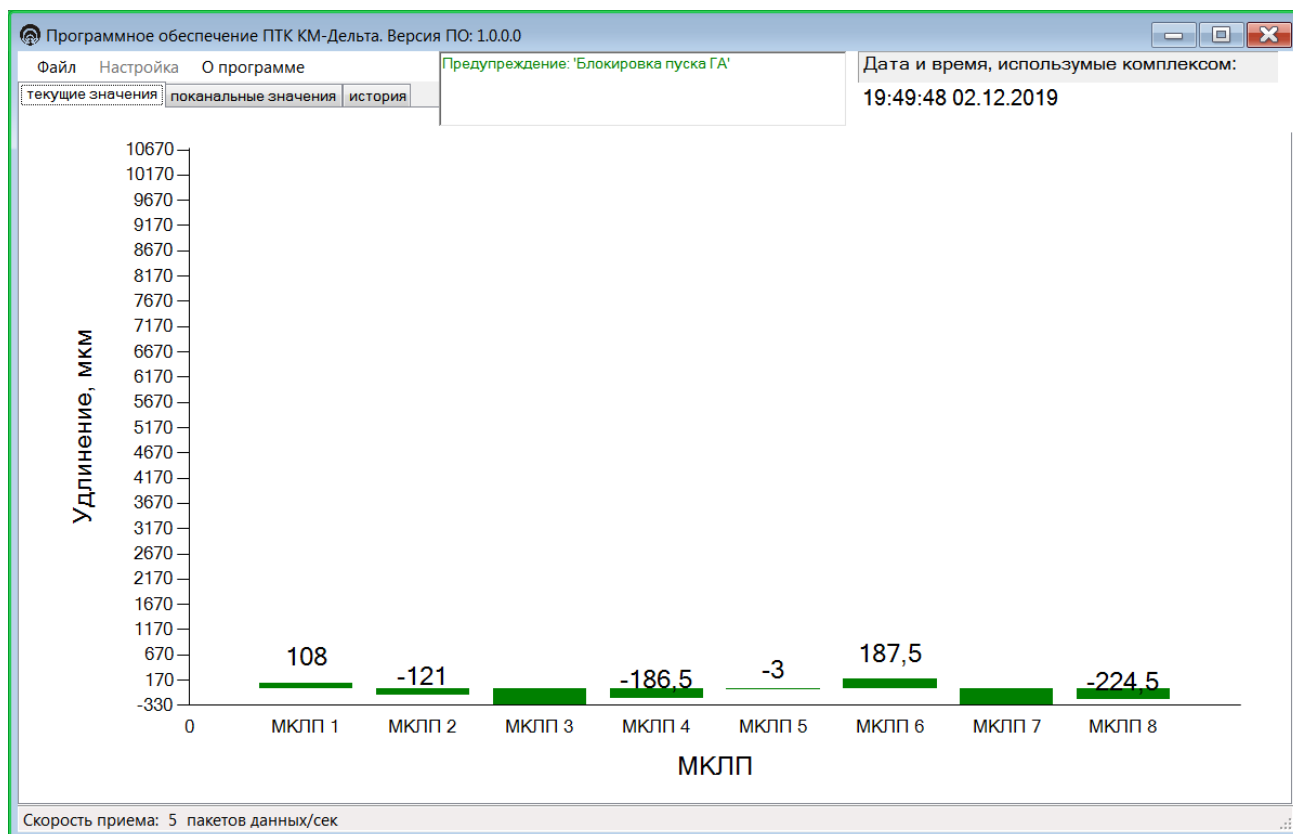

Рисунок 10
6.2.3.3 Выбрать пункт меню «Файл» - «Соединить». Убедиться, что на экране ПК появилась информация о значении перемещения в виде столбчатой диаграммы и в цифровом виде от всех МКЛП (см. рисунок 10).